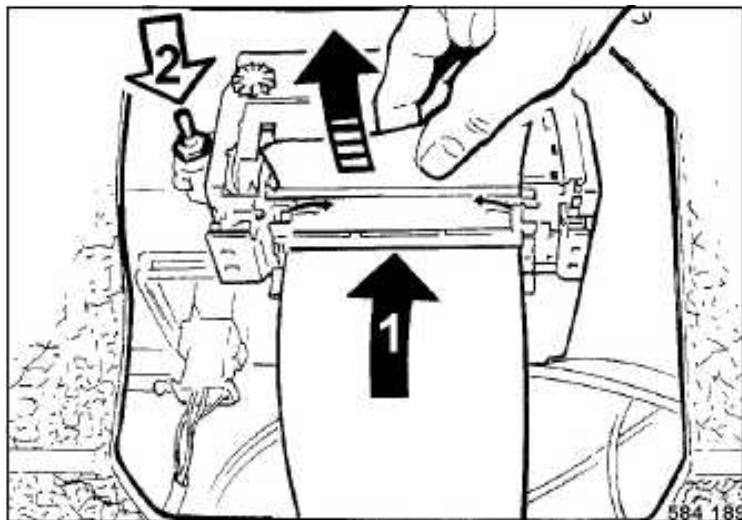

Fig. 90
- Colocar un nuevo rollo de papel (Fig. 90).
- Insertar el papel en el alojamiento (1) en la impresora.
- Accionar la tecla basculante (2) en el sentido de la flecha hasta el papel sale del mecanismo de impresión.